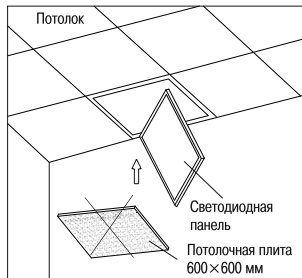

Рисунок 2
5.2.3 Встроенный монтаж светодиодной панели осуществляется в подвесные потолки "Armstrong" (рисунок 2). Панель со стандартным размером устанавливают на место потолочной плиты в межпотолочное пространство.